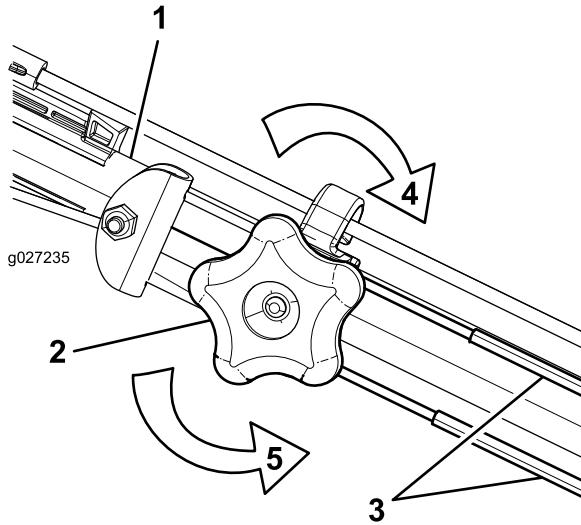

Figura 36
1. Gire el pomo de ajuste en sentido antihorario para aflojar el cable (Figura 36).
2. Ajuste la tensión de los cables (Figura 36) tirando de ellos hacia atrás o empujándolos hacia adelante, y sujételos en esa posición.